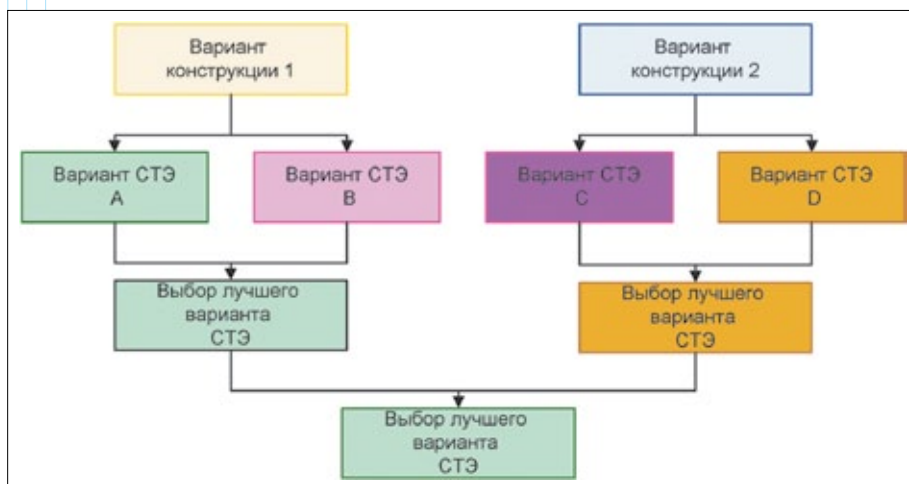

Рис. 2. Логическая схема анализа вариантов конструкции изделия и СТЭ и выбора их наилучшего сочетания
- анализ вариантов конструкции ФИ и СТЭ и выбор их наилучшего сочетания (рис. 2);